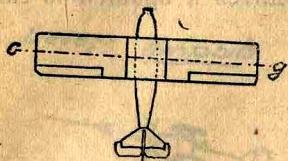

Рис. 67.
- 2) поперечная «сд» (рис. 67);